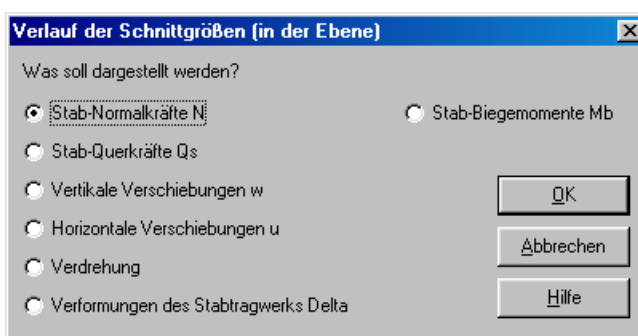

Bild 6-33 Optionsfeld "Verlauf der Schnittgrößen (in der Ebene)"
- Wählen Sie "Stäbe" und dann "Verlauf der Schnittgrößen (in der Ebene)" aus dem "Graphik"-Menü von *ELPLA-Graphik*. Das folgende Optionsfeld im Bild 6-33 erscheint